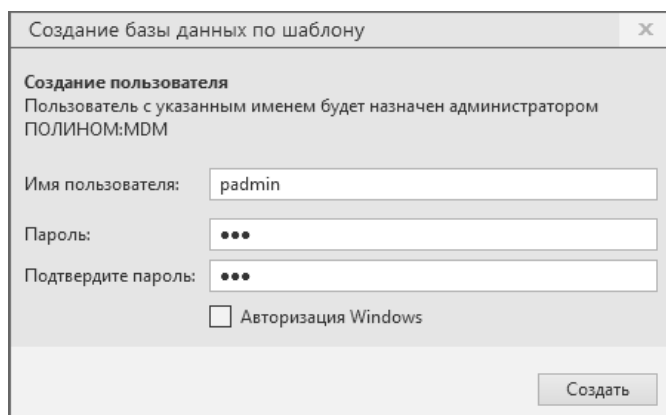

Рис. 3.53
7. Нажмите кнопку **Создать**. После создания базы данных откроется окно для назначения администратора ПОЛИНОМ:MDM (рис. 3.53).